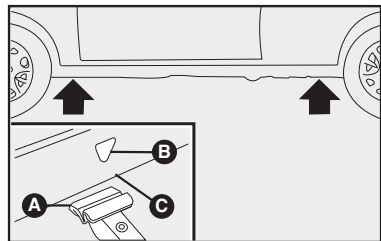

fig. 5
4) Coloque el crique en el símbolo ▼ **B**-fig. 5 cerca de la rueda que va a cambiar y asegúrese de que la ranura **A** del crique esté bien introducida en el larguero **C**.